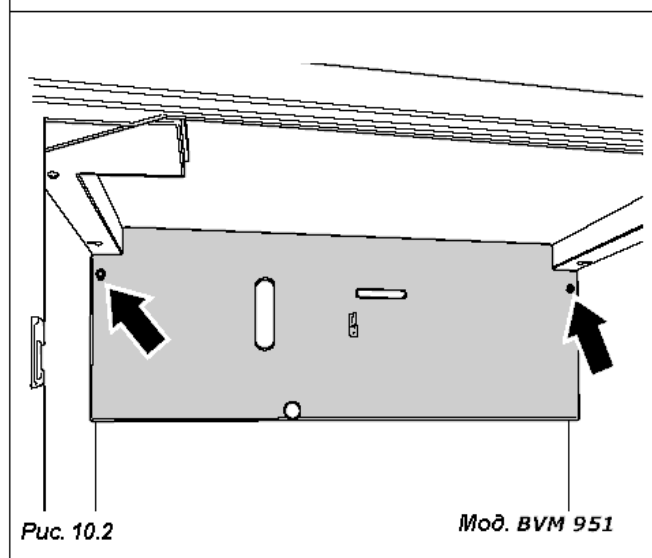

Рис. 10.2
- Снимите защитный кожух платы питания торгового автомата мод. BVM951/BVM971 (Рис. 10.2).